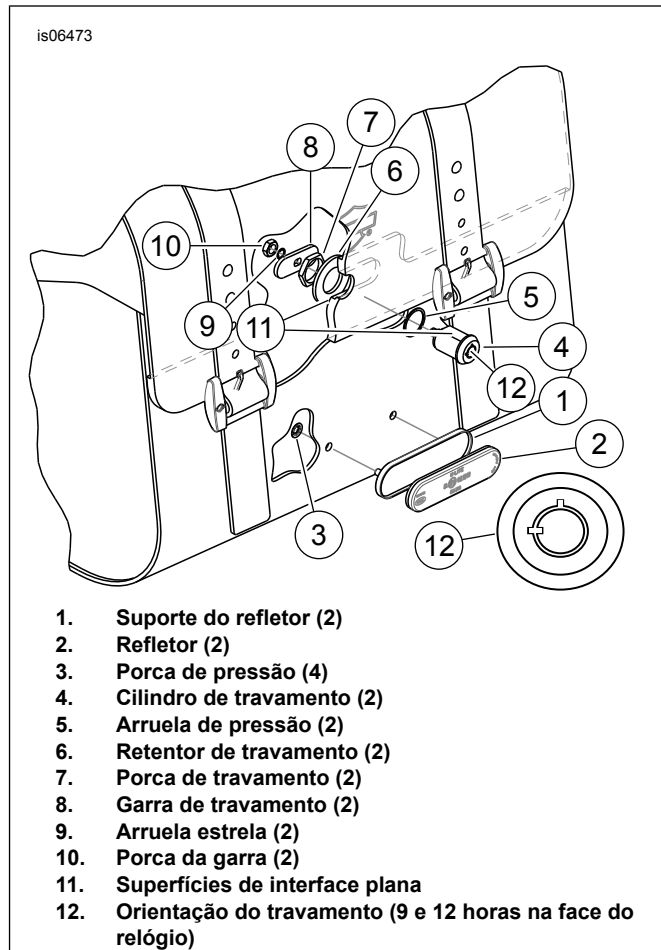

Figura 6. Instale os refletores e os conjuntos da trava
1. Veja Figura 6. Posicione o suporte do refletor (1) no centro do alforje.
3. Limpe a superfície do suporte do refletor (1) com uma mistura de 50 a 70% de álcool isopropílico e 30 a 50% de água destilada. Deixe secar completamente.
4. Remova a película da parte traseira da fita adesiva do refletor (2). Posicione cuidadosamente o refletor no suporte do refletor. Pressione no lugar com firmeza. Mantenha o refletor na posição com uma pressão firme por pelo menos um minuto.
6. Instale o suporte do refletor (1) no alforje usando duas porcas de pressão (3). As porcas de pressão são instaladas a partir da parte de dentro do alforje.
3. Veja Figura 6. Coloque a arruela de pressão (5) sobre o cilindro de travamento (4).
4. Instale o cilindro de travamento de modo que os entalhes de travamento (12) fiquem orientados nas posições de 12 e 9 horas. Insira o cilindro de travamento através do furo na tampa do alforje e encaixe as superfícies planas (11) do apoio plástico da tampa e da trava.
5. Instale o retentor de travamento (6) de dentro da tampa do alforje e sobre o cilindro de travamento.
7. Instale a porca de travamento (7) de dentro da tampa e rosqueie no cilindro de travamento. Aperte com firmeza.
8. Remova a porca da garra (10) e a arruela estrela (9) do cilindro de travamento instalado (4). Não remova a arruela do excêntrico da traseira do cilindro de travamento. Se o excêntrico cair do cilindro de travamento, ele deve ser substituído corretamente. A instalação correta permite que a chave seja removida tanto na posição travada quanto na destravada. O excêntrico pode ser instalado incorretamente, portanto, teste a orientação antes de instalar a garra. Se a chave não puder ser removida em nenhuma posição de trava, vire o excêntrico e instale-a.
9. Instale a garra de travamento (8) na coluna rosqueada do cilindro de travamento bem como uma arruela estrela (9) e a porca da garra (10). Aperte a porca da garra com firmeza.